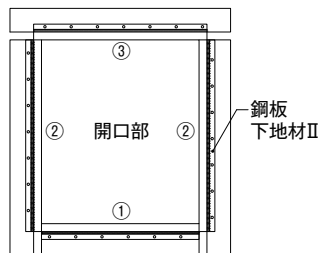

図2 鋼板下地材Ⅱの配置
- ▶ 鋼板下地材Ⅱはサッシ下→左右→上の順に取り付ける。採寸・切断後に、ブチルテープのはく離紙を剥がし、サッシに貼り付ける。(図2参照)